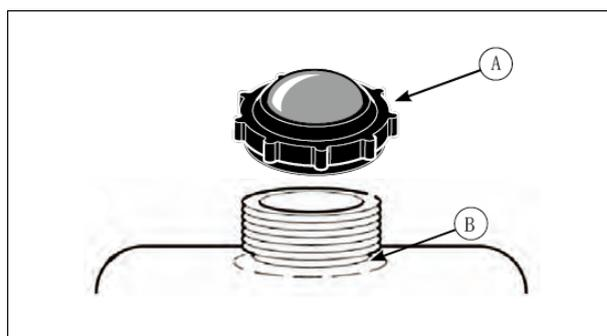

図5 燃料の給油
1. 燃料タンクキャップの周辺をふき取り、タンクキャップを外します。(A) 図5